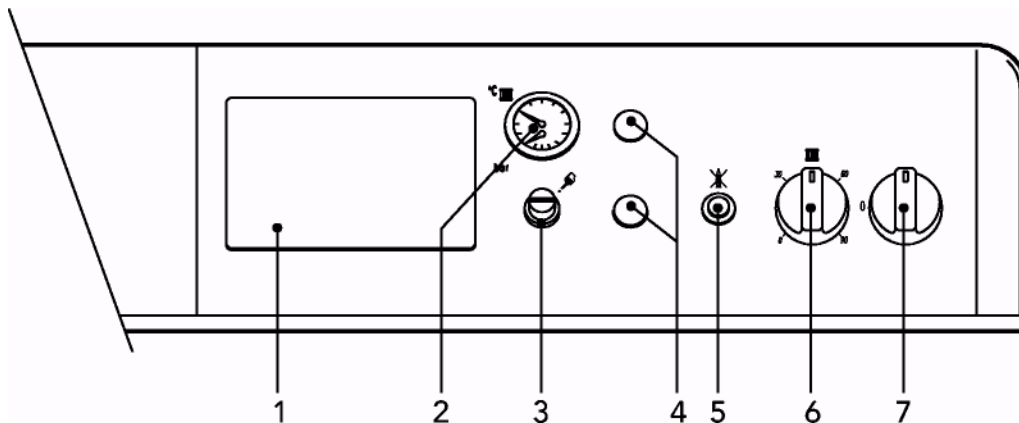

рис. 1
- Приведите переключатель котла "7" в положение 1 (рис. 1).
- Если котел снабжен центральным электронным термостатом, установленным в положение 1 на рис. 1, пользователь должен также следовать инструкциям, предоставленным производителем этого термостата.
При повороте рукоятки 6 на рис. 1 по часовой стрелке, температура воды для нагрева увеличивается, а при повороте против часовой стрелки уменьшается. Температура может варьироваться от минимальной 30° до максимальной 90°. Однако мы рекомендуем не задавать при работе котла температуру ниже 45°.
Задайте при помощи термостата среды нужную вам температуру в помещениях. По команде термостата среды котел начнет работать, и вода в оборудовании будет нагрета до температуры, заданной термостатом регулировки котла 6 на рис. 1. По достижении нужной температуры в помещениях, генератор отключается.
Давление подачи в холодное оборудование, отмечаемое водомером котла часть 2 на рис.1, должно составлять около 1,0 бар. Если во время работы котла давление в оборудовании падает (из-за испарения растворенных в воде газов) до значений ниже указанного минимума, пользователь должен довести его до первоначального значения при помощи вентилей подачи. По окончании операции нужно обязательно закрыть вентиль подачи воды.